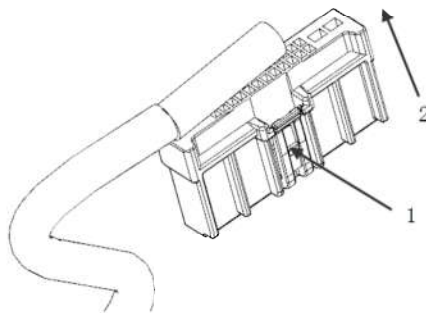

图8-1-10 玻璃升降开关组接插件拆卸示意图
c. 拆卸玻璃升降开关组接插件：如图8-1-10，用力沿箭头1方向压住卡脚，再沿箭头2方向拔出线束插头。